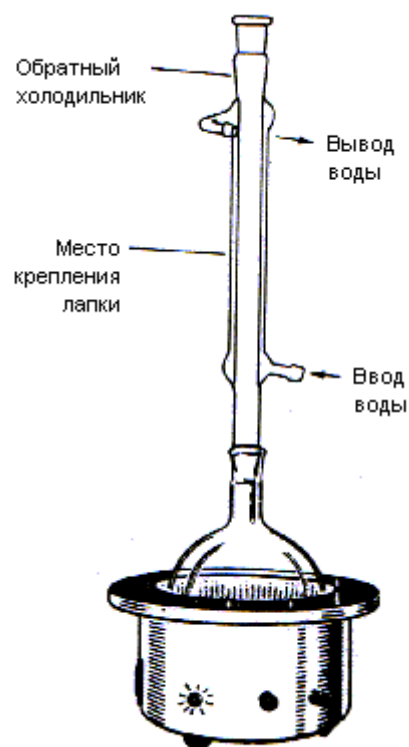

Рис. 2.5. Прибор для нагревания реакционной смеси с обратным холодильником с помощью колбонагревателя.
При проведении реакции в кипящем растворителе для возвращения сконденсированных паров в реакционную колбу используют установленный вертикально холодильник. Этот способ называется "кипячение с обратным холодильником" (рис. 2.5, типы холодильников см. на рис. 3.8). Для предотвращения местных перегревов и равномерного кипения, в раствор помещают кусочки битого фарфора ("кипелки") или перемешивают его. "Кипелки" необходимо вносить только в холодную жидкость, в противном случае происходит резкое вскипание жидкости, сопровождающееся её выбросом из колбы, после чего возможно её воспламенение.
Способы нагревания. Электрические колбонагреватели (рис. 2.5) обеспечивают самый безопасный и наиболее эффективный способ нагревания круглодонных колб. В учебной лаборатории обычно используются электрические плитки с закрытой спиралью, и интенсивность обогрева регулируется изменением расстояния между колбой и плиткой. **Колба не должна соприкасаться с плиткой**, минимальное расстояние между ними – несколько миллиметров.
1. Растворение. Взвешивают вещество, которое необходимо перекристаллизовать, и с листа бумаги пересыпают его в колбу (для больших количеств используют воронку для сыпучих веществ); колба должна быть заранее закреплена в лапке штатива. Добавляют ровно столько растворителя, чтобы покрыть им твердое вещество, но недостаточное для его полного растворения при кипении. Добавляют несколько "кипелок" и подсоединяют обратный холодильник (см. рис. 2.5; при кристаллизации больших количеств веществ используют только круглодонные колбы; кристаллизацию небольших количеств из воды можно проводить без обратного холодильника).